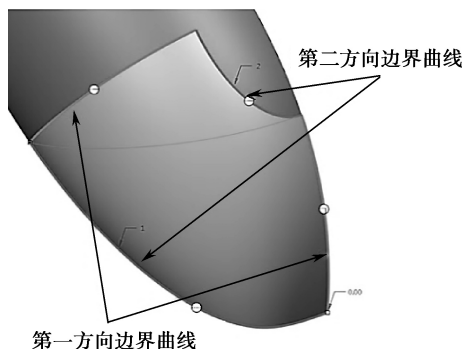
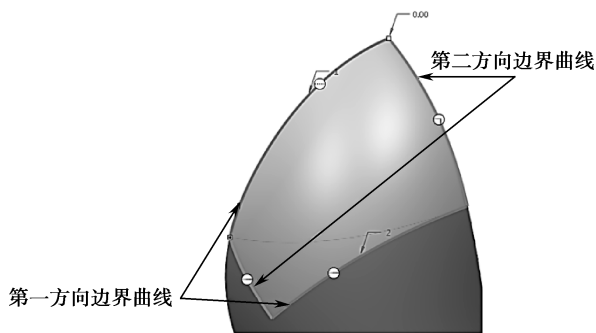

图 7-141 曲面“边界混合 2”
图 7-142 曲面“边界混合 3”
(6) 单击【模型】→【曲面】模块的 \square 按钮，激活边界混合特征工具。单击 \square （第一方向曲线），如图 7-141 所示，选取模型底部第一方向边界曲线；单击 \square （第二方向曲线），选择第二方向边界曲线，初步生成把手底部曲面“边界混合 2”。然后右击选定各轮廓曲线所在边上的 \odot 图标，分别设置“草绘 3”所在边为【垂直】约束，“拉伸 2”与“边界混合 1”相交的两边设置为【相切】约束。同理，建立如图 7-142 所示模型顶部曲面“边界混合 3”。